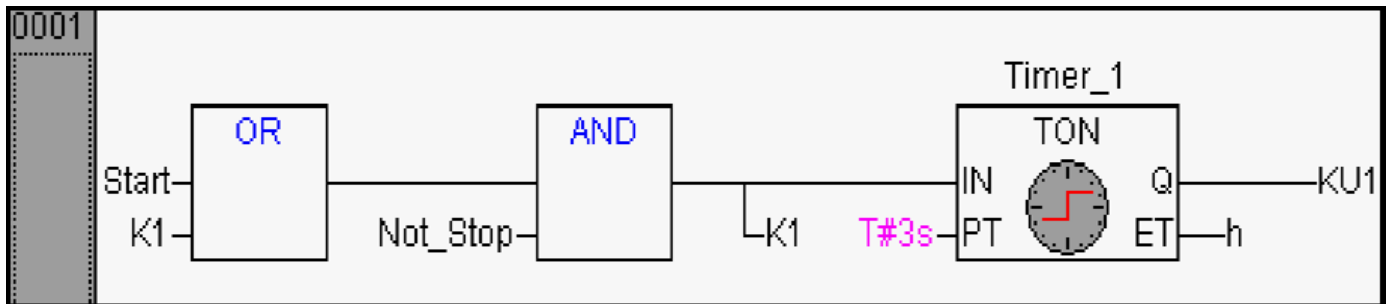

Рисунок 3 – Программа на языке FBD для системы управления №1
4. Создаем программу на языке FBD. Пример представлен на рис. 3.